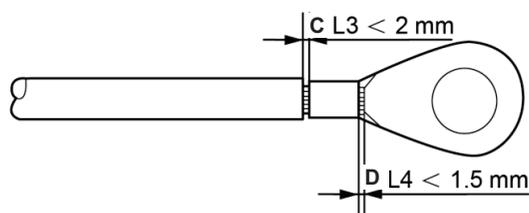

Figura 5.8 Pelado del cable
4. Inserte el cable pelado en la zona de engarce del terminal OT y utilice una pinza hidráulica para engarzar el terminal al cable (consulte la Figura 5.8).